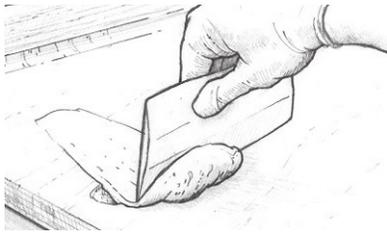

Figura 22 Aplique el compuesto de carenado para llenar todos los huecos y suavizar la forma.
4. Trabaje sobre la mezcla epóxica espesa con un esparcidor de plástico, trabajando todos los huecos y depresiones. Suavice la mezcla a la forma deseada, dejando la mezcla ligeramente más alta que la zona circundante (Figura 22). Remueva cualquier exceso de epóxico espesado antes de curar. Si los vacíos que está llenando tienen más de ½" de profundidad, aplique la mezcla en varias aplicaciones o use endurecedor lento 206 Slow Hardener® o extra lento 209 Extra Slow Hardener™, dependiendo de la temperatura ambiente.